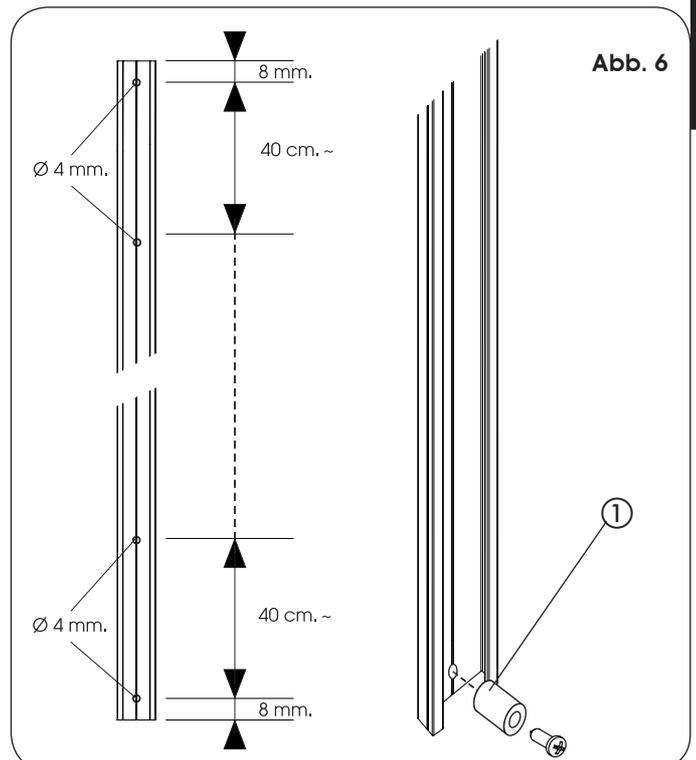

Abb. 6
- Präzise eine Öffnung $\varnothing 4\text{mm}$ auf einem Abstand von jeweils 8 mm von jedem Ende des Stützprofils bohren (Abb. 6).
**Diese beiden Bohrungen werden für die Befestigung der Auflagedistanzstücke verwendet (Abb. 6 Bez. ①).**
- Weitere Zwischenöffnungen $\varnothing 4\text{mm}$ im Abstand von etwa 40 cm bohren (Abb. 6).
- Das Distanzstück für die Auflage an der unteren Bohrung einführen (Abb. 6 Bez. ①).